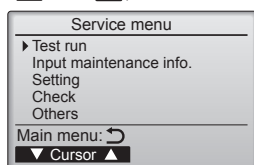

Fig. 7-3
- ③ Wählen Sie "Test run" (Testlauf) mit der Taste [F1] oder [F2], und drücken Sie dann die Taste . (Fig. 7-3)